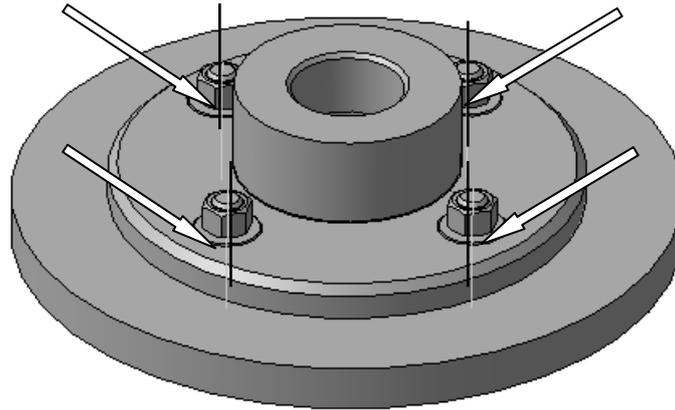

Рис.14.21. Оси вращения гаек
2.1. Постройте оси вращения гаек (рис.14.21): команда **Ось конической поверхности**. Укажите поочередно цилиндрические поверхности болтов.